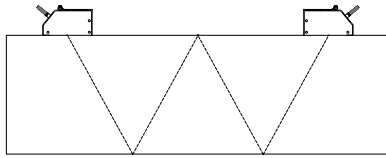

Fig. 3.7: 1 haz sónico, 4 trayectos del sonido, disposición de reflexión
- impar en la disposición diagonal (véase Fig. 3.7)
El trayecto recorrido por la señal ultrasónica entre los transductores: el transductor que emite la señal ultrasónica y el transductor que la recibe. Un haz sónico consiste de 1 o más trayectos del sonido (véase Fig. 3.7 o Fig. 3.8).